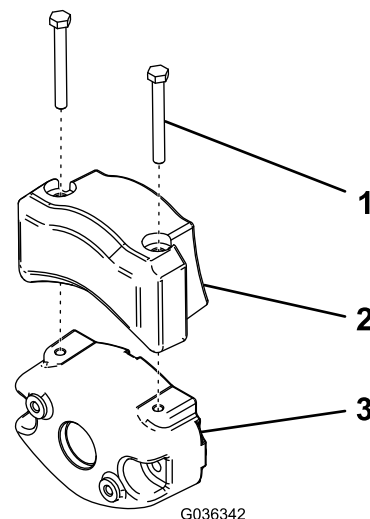

Bild 11
4. Befestigen Sie das elektrische Gegengewicht mit zwei Kopfschrauben am vorhandenen Gegengewicht, wie in Bild 11 abgebildet.